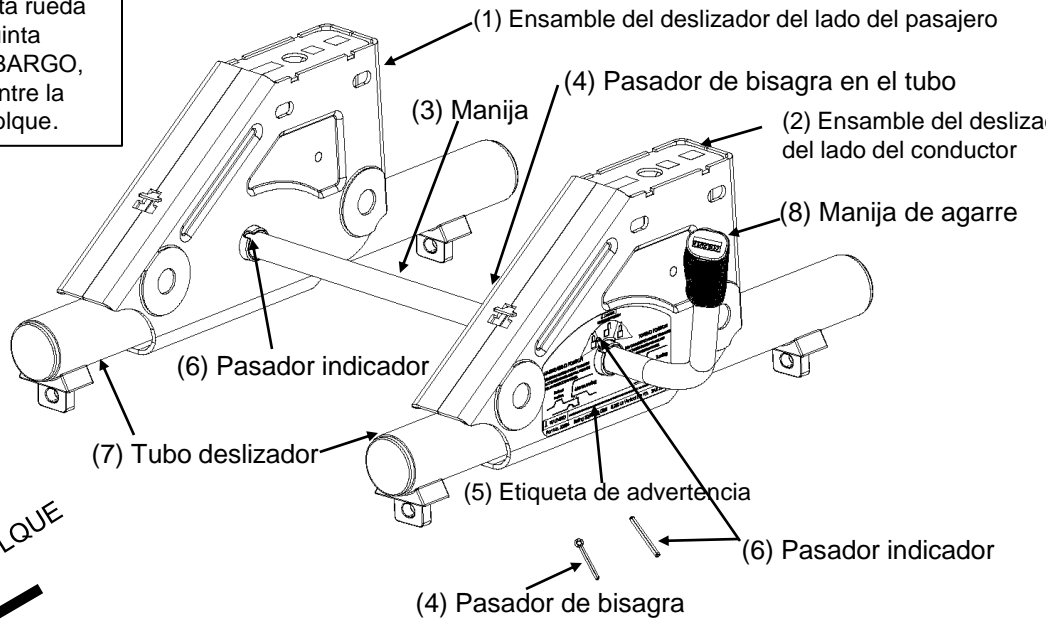

Figura 1
1. Estas instrucciones se deben usar para instalar el Deslizador de quinta rueda REESE™. La atención a los detalles garantizará una instalación rápida de calidad. Revise las partes contra la Figura 1 para familiarizarse con las partes del kit.